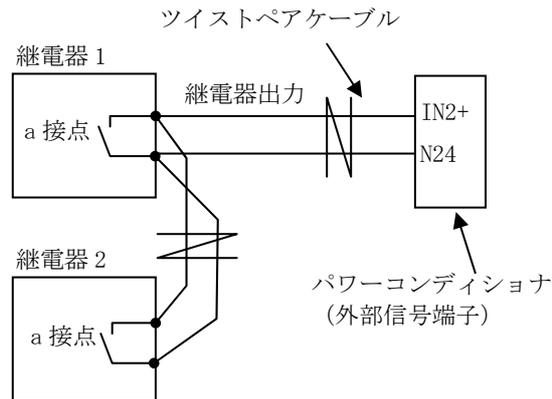
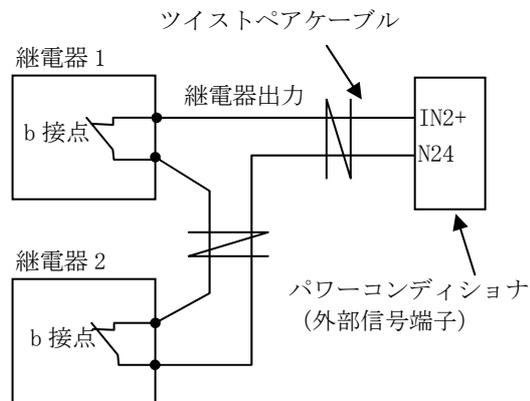

図 2-10 外部継電器等の配線方法 (a 接点出力の継電器 2 台の例)
図 2-11 外部継電器等の配線方法 (b 接点出力の継電器 2 台の例)
(2) 外部継電器等の配線
- ・外部に地絡過電圧継電器(OVGR)等の継電器を使用する場合は、パワーコンディショナの外部信号端子台(TB3-1)のIN2+とN24に継電器等の出力を接続してください。また、複数の継電器等を使用する場合はa接点、b接点で接続が異なりますので図2-10、図2-11を参照してください。
- ・外部に設置する継電器等の接点出力は初期設定ではa接点となっています。b接点出力の場合は図2-11および「3.3.4 初期設定方法(9)」をご参照ください。